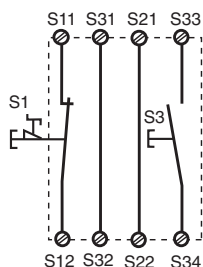

Fig. 3: Circuito de entrada monocal, supervisado/Circuito di entrata monocale, start controllato/Eenkanalig ingangscircuit, bewaakte start
- Fig. 3, 4 y 5, 6: S13-S14 **no conectado**
- Fig. 3, 4 e 5, 6: **nessun** collegamento S13-S14
- Fig. 3, 4 en 5, 6: **geen** verbinding S13-S14